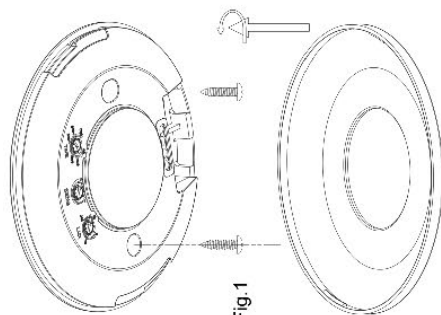

Fig.1
- 1 Rimuovere il coperchio superiore ruotandolo in senso antiorario (fig.1).